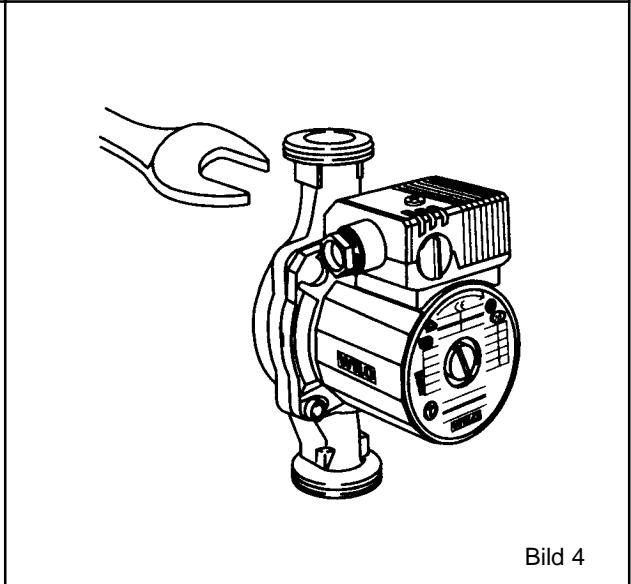

Bild 4
- Vid anslutning av pumpen till rörsystemet kan pumpen säkras mot vridning genom användning av en skruvnyckel, (Bild 4).